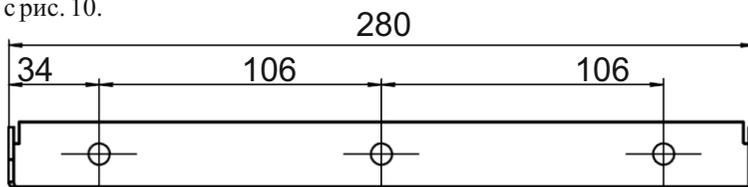

Рисунок 10. Закладная деталь для крепления прибора
6.1.11 Прибор должен навешиваться на стены, достаточно прочные перегородки и т. п., с использованием закладной, входящей в комплект поставки (26) рис. 3, которая, в свою очередь, крепится с использованием шурупов 6x60, дюбелей 10x60, также входящих в комплект. Разметку отверстий в стене под крепление закладной провести в соответствии с рис. 10.